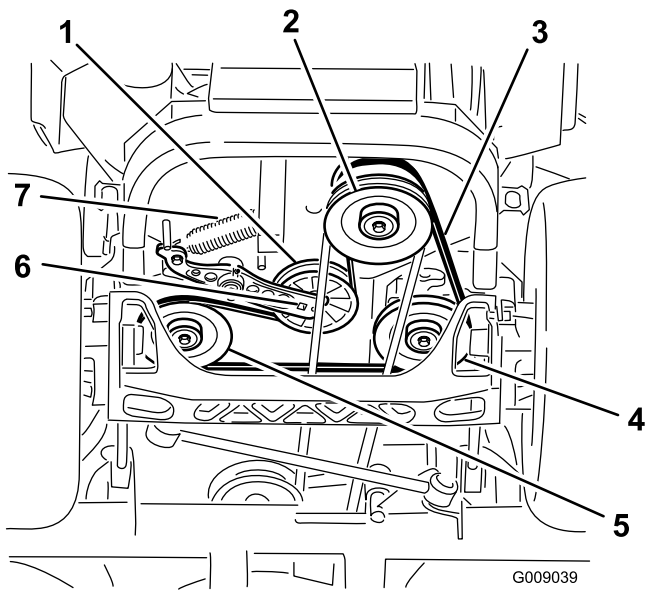

**Bild 81**
12. Bringen Sie die Riemenabdeckungen wieder an (Bild 81).